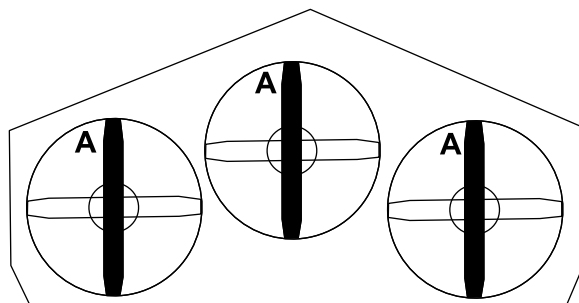

Figura 54
1. Girate le lame fino a disporle in parallelo con la lunghezza della macchina (Figura 54).